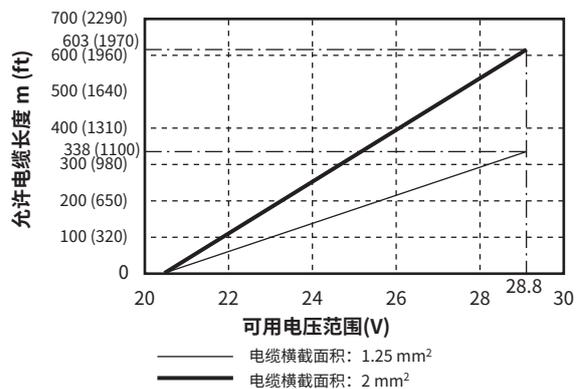

图4.4.2 供电电压和电源电缆长度(一体型流量计和AXG4A分体型变送器)
- 对于24 V电源(电源代码-2), 变送器端子之间的电压规格为24 V (-15% ~ +20%)。由于电缆电阻的电压压降, 必须采用图4.4.2范围内的电压。